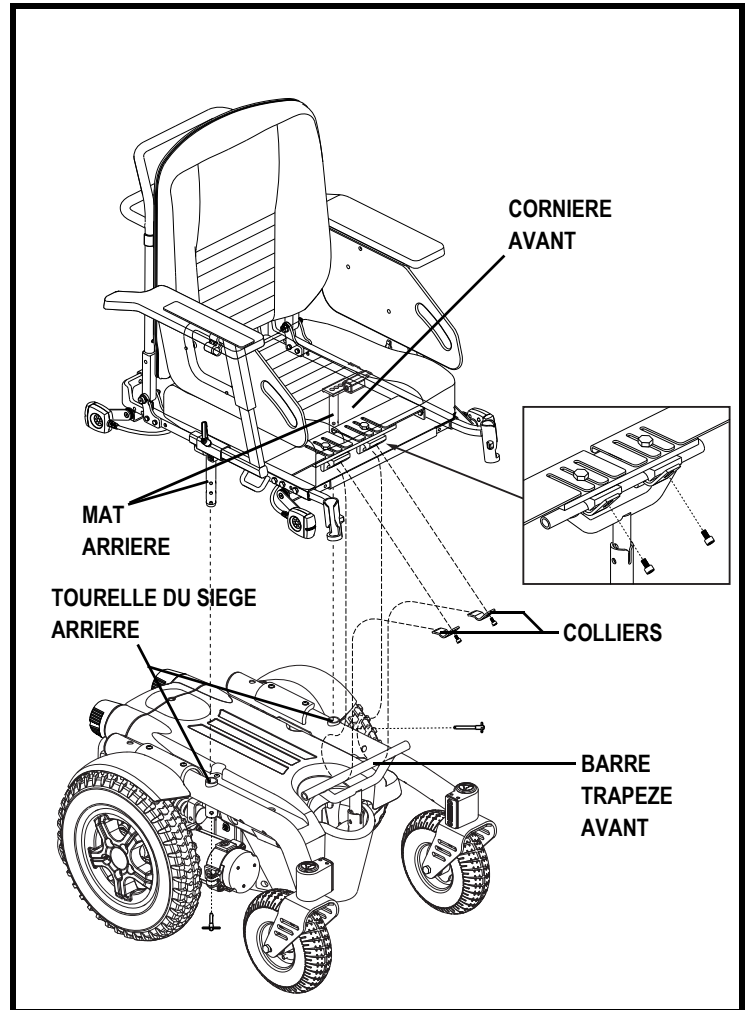

Figure 13. Installation du siège
1. Placez le mat arrière sur la tourelle arrière du siège. **Voir la figure 13.**
2. Abaissez la cornière avant sur la barre avant. **Voir la figure 13.**
3. Insérez le collier tel qu'illustré à la **figure 13.**
4. Installez les fixations tel que montré à la **figure 13.**